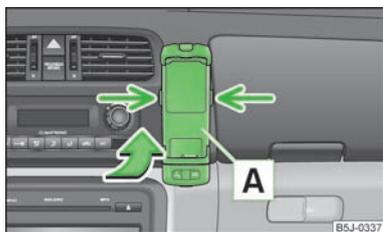

Abb. 87
- Zuerst den Adapter [A] in Pfeilrichtung » Abb. 87 bis zum Anschlag in die Halterung schieben. Den Adapter dann leicht nach unten drücken, bis dieser sicher einrastet.
- Gleichzeitig die seitlichen Verriegelungen der Halterung » Abb. 87 drücken und den Adapter mit dem Telefon herausnehmen.